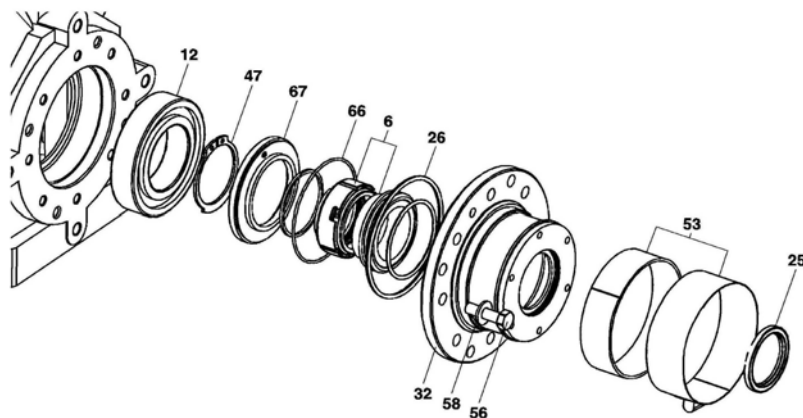
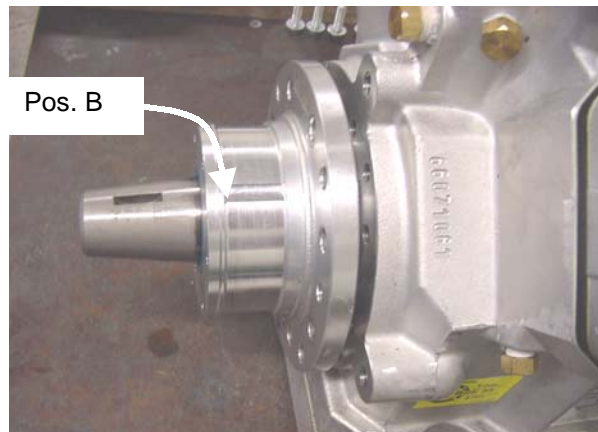

Figura 5 – Posição (67) orifício de óleo para cima.
Figura 6 – Detalhe da posição horária de "2h" do furo do óleo na tampa do selo.
- ❑ Coloque o novo anel o'ring (figura 5 - posição 26) no canal apropriado da tampa do selo de vedação, deslize a mesma sobre o eixo e aperte os parafusos uniformemente em cruz (torque 25 Nm). O furo da tampa utilizado para drenagem do óleo deverá estar na posição horária de "2 horas" conforme a figura 6 - posição B.